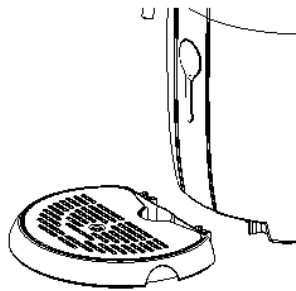

FIGURA 2
3. Posizionare la vaschetta di raccolta dell'acqua nell'apposita tacca (come mostrato nella figura 2).